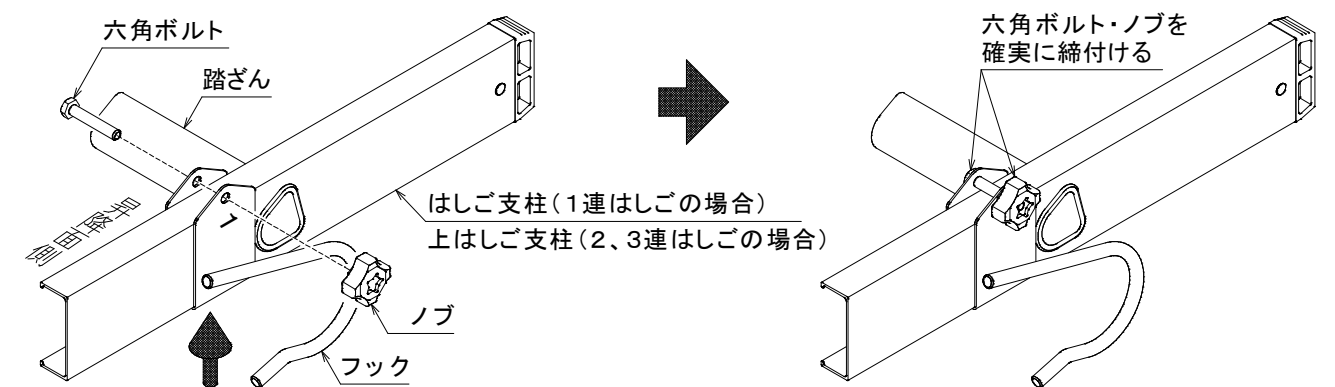
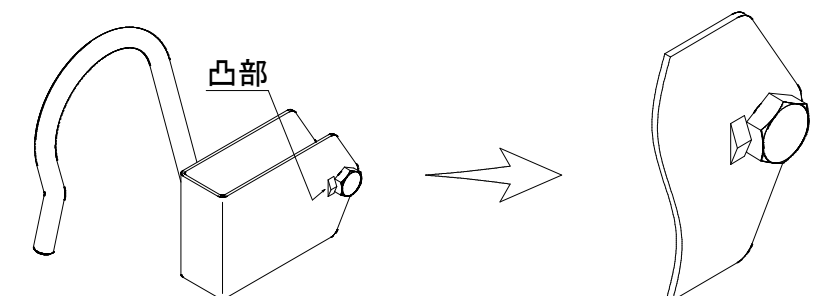

図2 (この図は1CSMとF-AK2をあらわしています)
図3
- 2) 図2のように六角ボルトとノブを使い、フックを取付けます。この時、凸部に六角ボルト頭部を合わせ(図3)、フック側にノブをセットします。